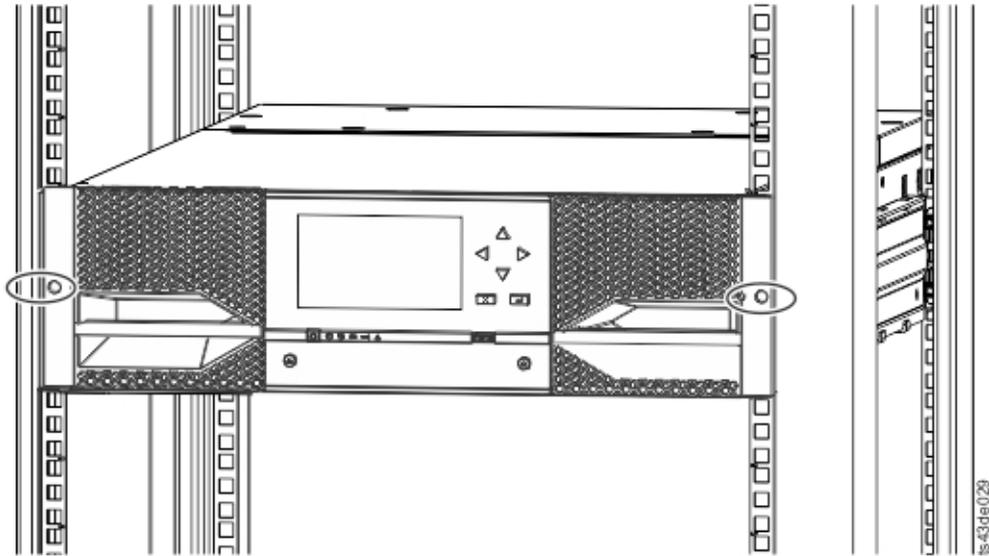

Abbildung 41. Speicherarchiv in Rack
5. Verwenden Sie einen Kreuzschlitz-Schraubendreher, um das Modul mit je einer Schraube an jeder Seite an der Vorderseite des Racks leicht anzuschrauben. Siehe mit einem Kreis versehene Bereiche in Abb. 41.